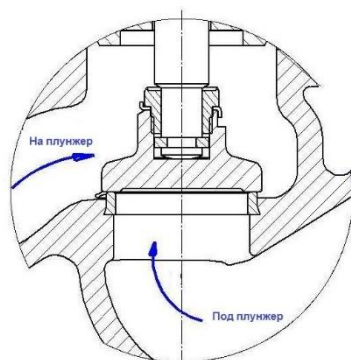

Рисунок 3
**ВНИМАНИЕ.** Монтаж клапанов необходимо осуществлять таким образом, чтобы направление стрелки на корпусе совпадало с направлением потока рабочей среды. Направление потока в клапанах фигуры 215, 216 согласно Таблице 3 (Рис. 3).